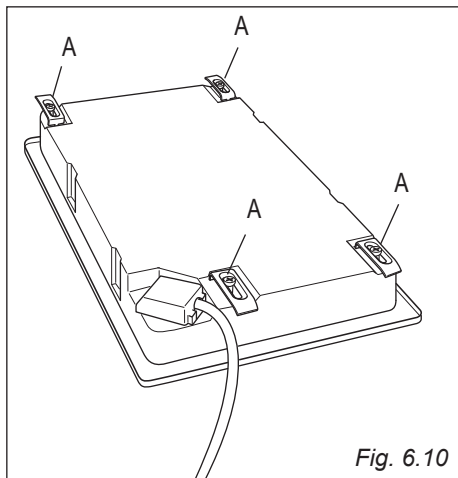
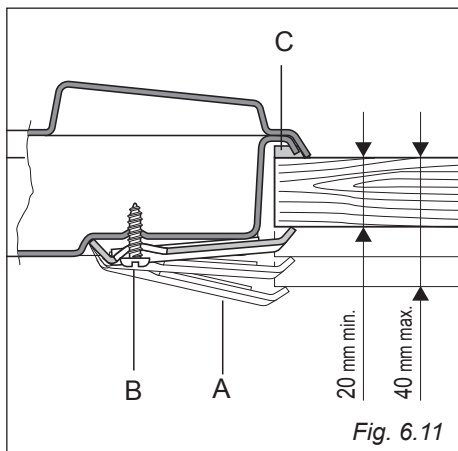

Fig. 6.10
Fig. 6.11
Ogni piano cottura viene corredato di una serie di alette e viti per il fissaggio del piano cottura su mobili con il piano di lavoro di spessore da 2-3 a 4 cm fig. 6.11 (piano 2 elettrico) e 6.12 (piano vetroceramico).
- Rovesciare il piano cottura e montare le alette "A" (fig. 6.10) negli appositi alloggiamenti, avvitando le viti "B" di qualche giro soltanto. Fare attenzione a montare correttamente le alette come illustrato nelle figure 6.11 e 6.12. Ruotare le alette in modo che non impediscano l'inserimento del piano cottura nello spacco.